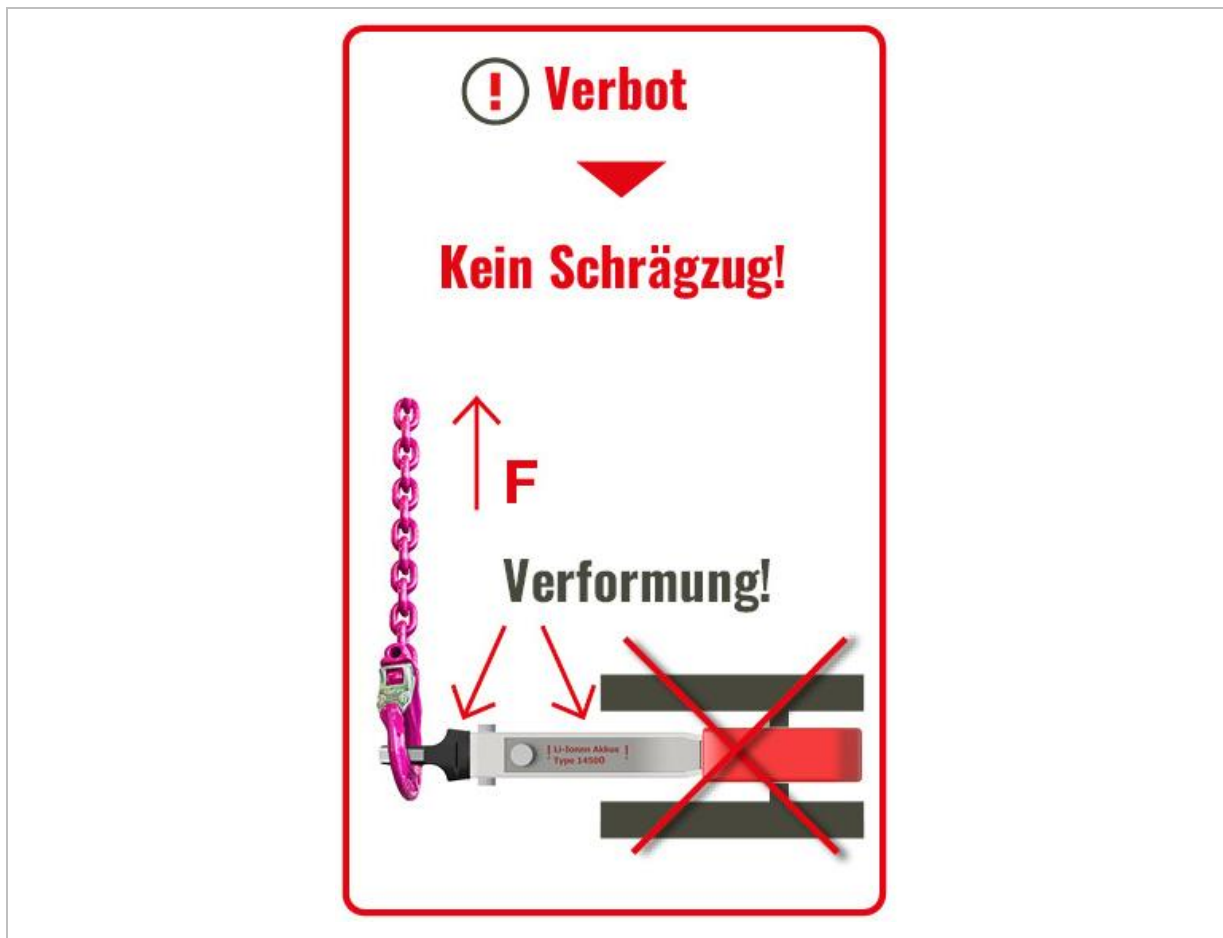

Abb. 1 Kein Schrägzug!
- Schrägzug / Biegung über eine Kante (siehe Abb. 1);
- Schrägzug / Biegung wodurch nur die Belastung auf der Aufhängeöse liegt (siehe Abbildung 1);